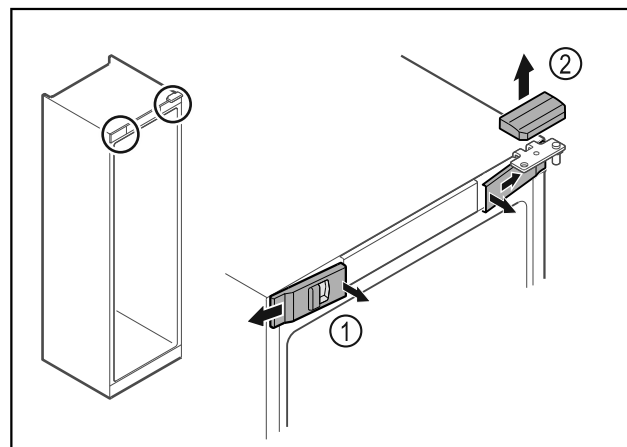

Fig. 16
- ▶ Wycześcić przednie osłonki Fig. 16 (1) i odchylić w bok.
- ▶ Górną osłonkę Fig. 16 (2) zdjąć w górę.